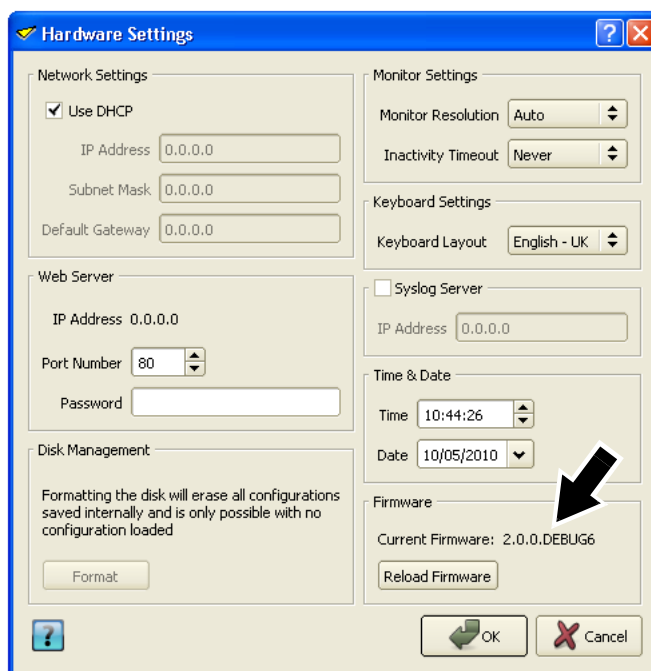

Рисунок 44: Версия встроенного ПО и перезагрузка встроенного ПО
3. См. Рисунок 44 на стр. 46. Если Вы используете DHCP, следует убедиться, что отмечено окошко **Use DHCP (Использовать DHCP)** в **Network Settings**. Если Вы не используете DHCP, надо ввести IP-адрес, маску подсети и данные о шлюзе.
5. См. рисунок 44. Текущая версия встроенного ПО отображается на панели **Firmware** (отмечена стрелкой). Нажать на кнопку **Reload Firmware (Перезагрузить встроенное ПО)** и найти файл **p3-100sc-XXX.fw** на USB-накопителе. Нажать **Open (Открыть)** и подождать, пока данные копируются.